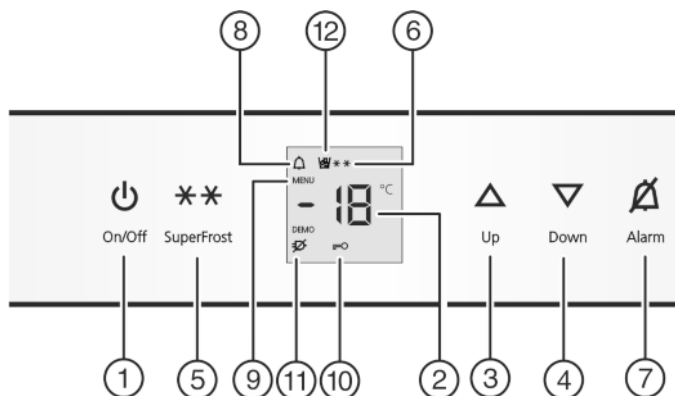

Fig. 2
- Натисніть кнопку On/Off Fig. 2 (1).
- Вмикання режиму налаштування: натисніть кнопку SuperFrost Fig. 2 (5) і утримуйте близько 5 секунд.
- ▷ Світиться символ "Меню" Fig. 2 (9).
- Для вимкнення функції захисту натисніть і швидко відпустіть кнопку SuperFrost Fig. 2 (5).
- Для увімкнення функції захисту натисніть і швидко відпустіть кнопку SuperFrost Fig. 2 (5).
- ▷ Світиться символ "Функція захисту" Fig. 2 (10). На індикаторі блимає с.
- ▷ Гасне символ функції захисту Fig. 2 (10). На індикаторі блимає с.
- Вихід з режиму налаштування: Натисніть кнопку On/Off Fig. 2 (1).
- натисніть сигнальну кнопку Alarm Fig. 2 (7).
Одночасно блимає індикатор температури та символ звукового сигналу Fig. 2 (8).
Звукове попередження вимикається автоматично, символ звукового попередження *Fig. 2 (8)* вимикається, індикатор температури перстає блимати, коли температура достатньо низька.
- натисніть сигнальну клавішу Alarm *Fig. 2 (7)*.
- Налаштування більш високої температури: Натисніть клавішу Up *Fig. 2 (3)*.
- Налаштування більш низької температури: Натисніть клавішу Down *Fig. 2 (4)*.